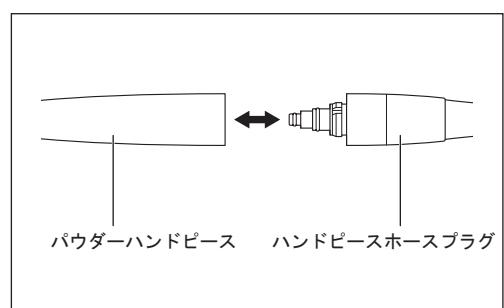

図9
2) パウダーハンドピースをハンドピースホースプラグにまっすぐ挿し込みます（図9）。